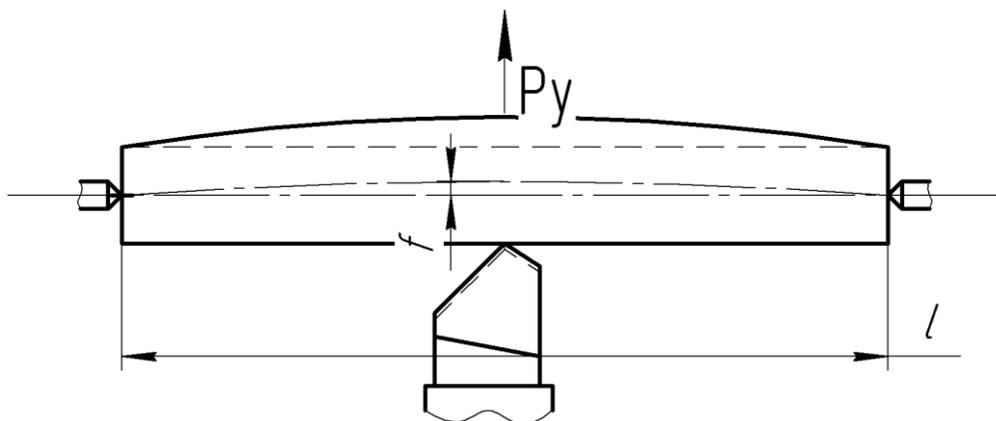

Рис. 5. Прогиб вала при обработке его в центрах
5.5. Рассчитать максимальный прогиб вала (140мм) при обработке его в центрах и сравнить с прогибом при обработке в патроне (рис.5)